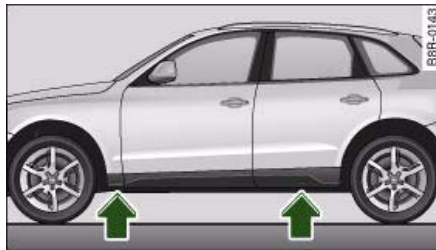

Fig. 232 Cambio de rueda: puntos de apoyo del gato
- Busque en el larguero inferior el **punto de apoyo** más cercano a la rueda pinchada ⇒ fig. 232.
El gato **sólo** se debe colocar en los puntos que se indican ⇒ fig. 232. Se ha previsto *un* lugar para cada rueda. El gato no debe colocarse en otros lugares.